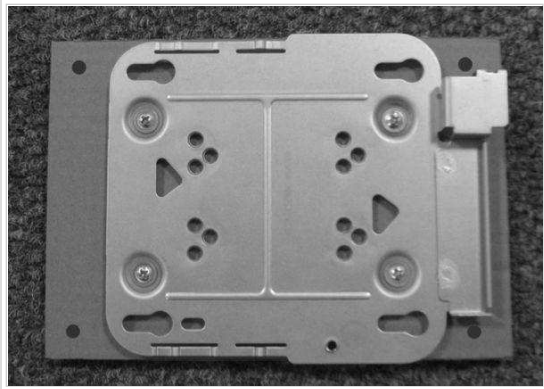

Fig. 10 - Base aislante para instalación sobre superficie metálica
1. Fijar la platina incluida con el AP a una base de MDF (14 x 20 cm x 15 mm de espesor) mediante 4 tornillos autoperforantes punta aguja con arandela de 4.2 x 13 mm, colocando la platina centrada respecto a la base de MDF. Es fundamental respetar el largo de los tornillos ya que los mismos no pueden asomar por la cara del MDF que quedará en contacto con la superficie metálica a la cual será fijada (ver Fig. 10).